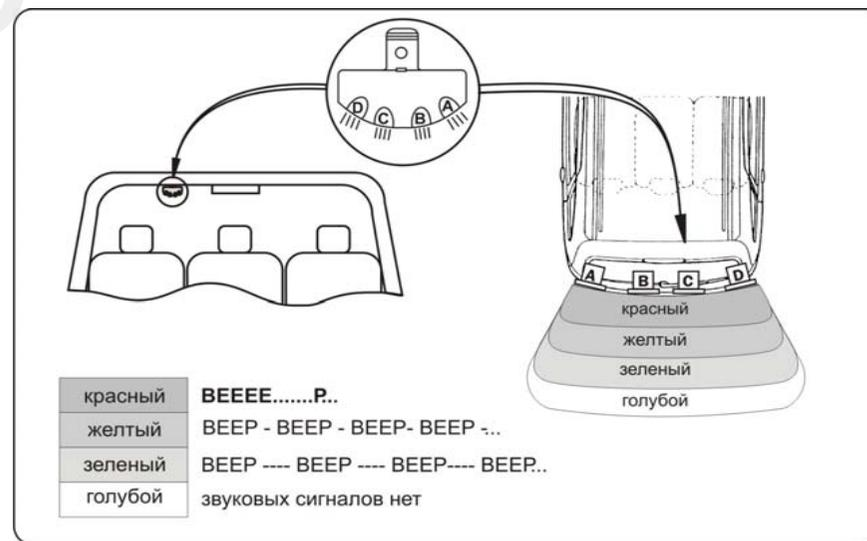

Рис.2. Индикация на светодиодном дисплее P69821B.
- в качестве дополнительного оборудования к системе может быть подключен светодиодный дисплей (рис.2).